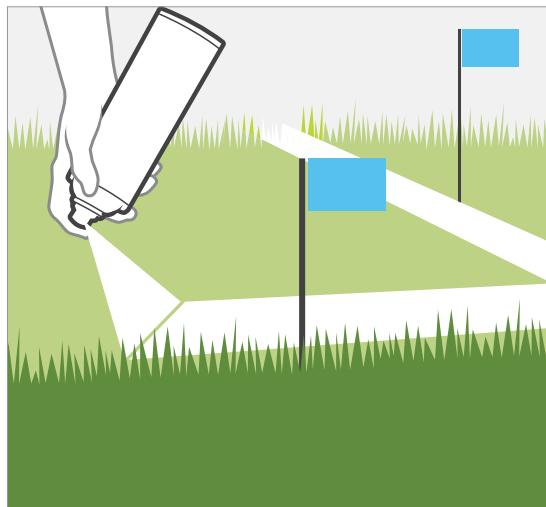

Figura 1
1. Com um spray de tinta para marcação e pequenas bandeiras, indique as linhas de tubulação do P.D.C. para os locais do coletor de válvulas. Marque a disposição do sistema de irrigação Figura 1.